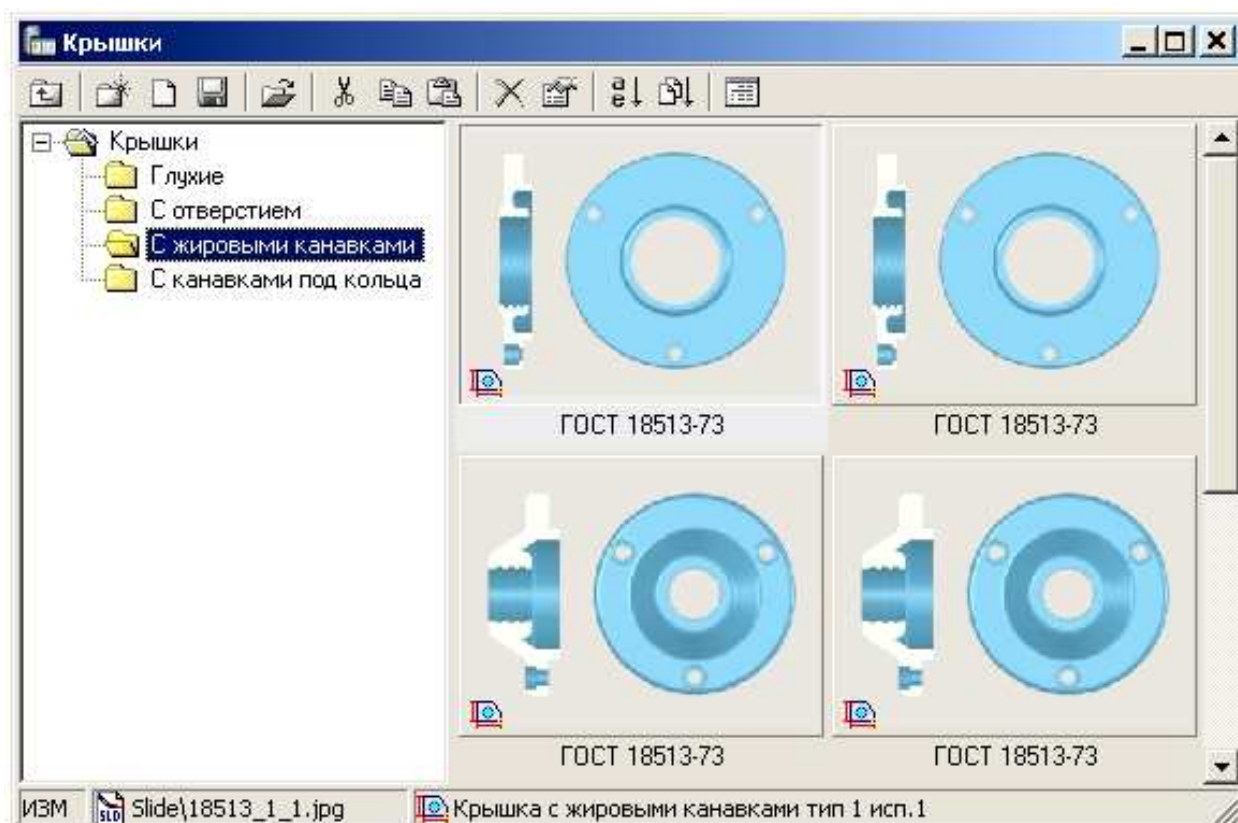

Рисунок 2.40
2. Укажите тип крышки в слайдовом меню (см. Рисунок 2.40).